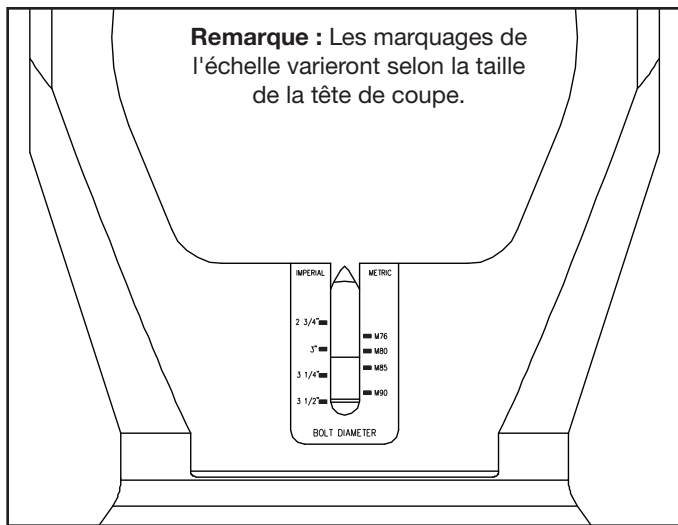

Figure 5, Échelle de profondeur de la lame de coupe
4. Tourner la tête de coupe jusqu'à ce que la ligne de marquage rouge sur le porte-lame soit alignée sur la ligne de marquage de la taille requise du boulon sur l'échelle. Voir figure 5.